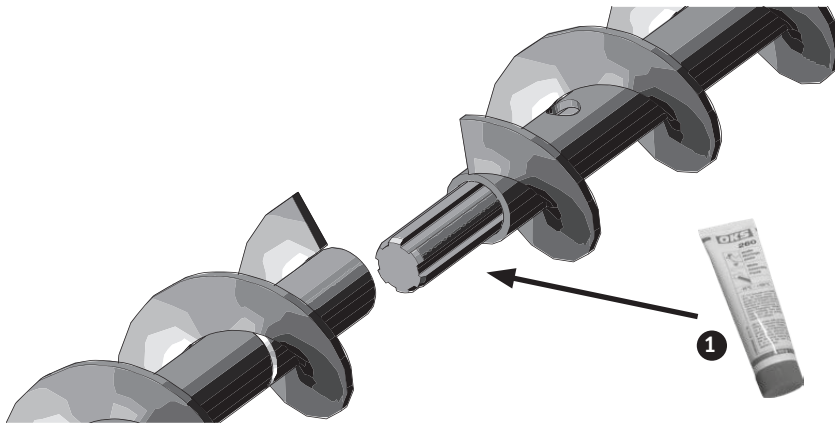

Fig. 129 Verbindungsstücke großzügig mit Gleitfett einstreichen und Schnecke passgenau ganz zusammenführen
- ▶ Schneckenelemente zusammenstecken, dazu die Verbindungsstücke großzügig mit Gleitfett einstreichen (Fig. 129), um eine spätere Demontage zu erleichtern.
- ▶ Schnecke passgenau ganz zusammenführen – Fig. 129.